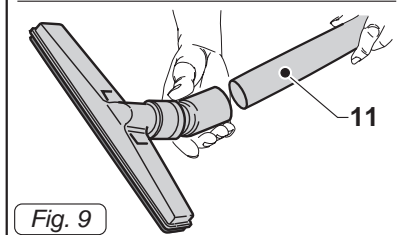

Fig. 9
- Sæt det ønskede tilbehør (sugemundstykket, Børstemundstykke, sprække-mundstykke, etc. ...) til stive forlængelsen (11 Fig.9).